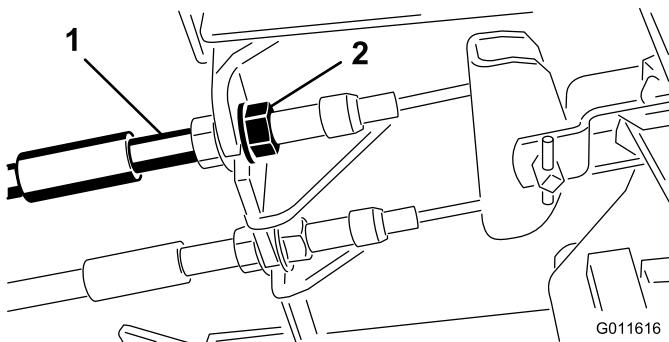

Рисунок 75
- Чтобы уменьшить свободный ход тормозных педалей, затяните тормоза, ослабив переднюю гайку на резьбовом конце троса тормоза (Рисунок 75).